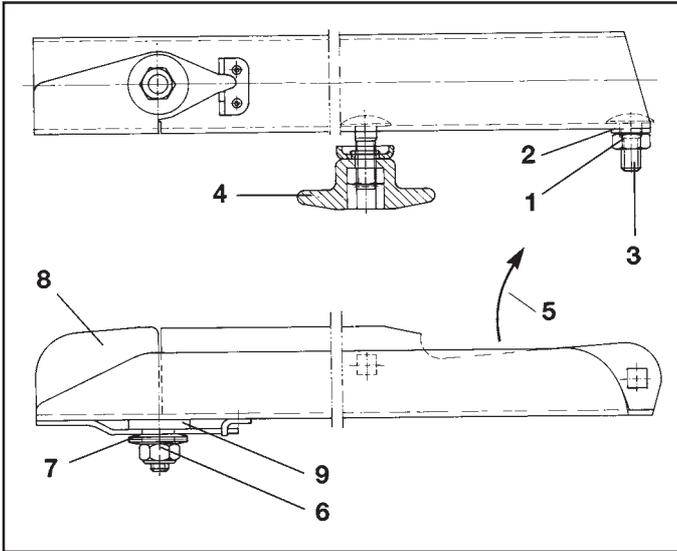

Fig. 9.3
**Veillez au positionnement correct des aubes. La face ouverte du profil en U de l'aube doit être orientée dans le sens de rotation (fig. 9.3/5).**
- Desserrez l'écrou autobloquant (laiton Cu Zn) (fig. 9.3/6) et retirez-le avec les rondelles élastiques (fig. 9.3/7).
- Remplacez l'extrémité de l'aube relevable (fig. 9.3/8).
**Veiller au positionnement de la rondelle en plastique (fig. 9.3/9) entre l'aube d'épandage et l'extrémité de l'aube relevable.**